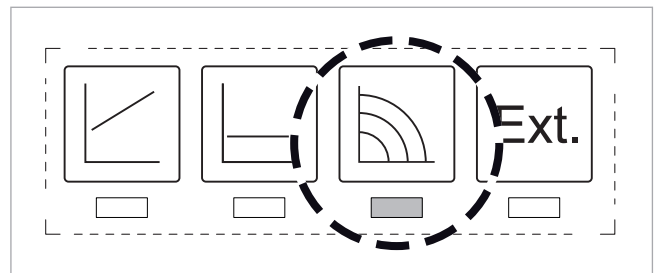

Fig. 28: Ajustar la velocidad constante
2. Ajustar la velocidad constante, ver → Fig. 28. Para ello, pulse varias veces el botón de mando superior si es necesario.